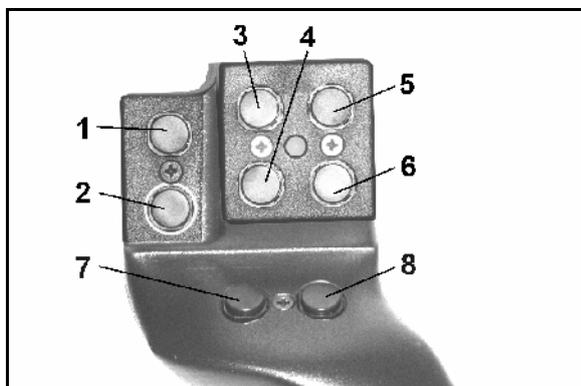
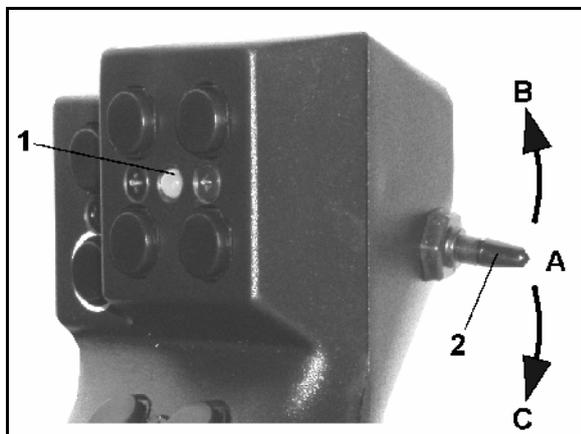

Fig. 54
Fig. 55
Para manejar el **AMATRON 3**, el joystick multifuncional (Fig. 54) tiene 8 teclas (1 - 8) disponibles. Además, mediante el interruptor (Fig. 55/2), la ocupación de las teclas se puede cambiar en 3 sentidos.
- Posición central (Fig. 55/A) y se puede accionar hacia
- arriba (Fig. 55/B) o
- abajo (Fig. 55/C).
La posición del interruptor se muestra mediante una luz LED (Fig. 55/1).